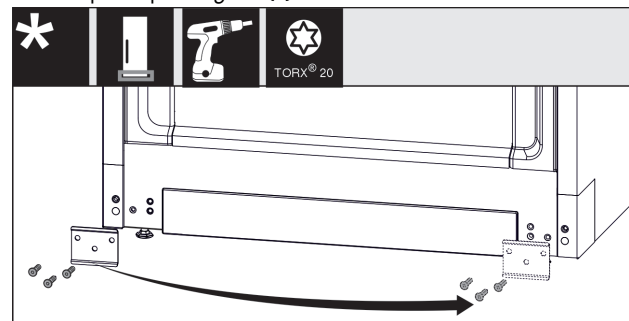

Fig. 20
- Odvrnite lim Fig. 20 (1), premjestite ga na drugu stranu i ponovno pričvrstite.